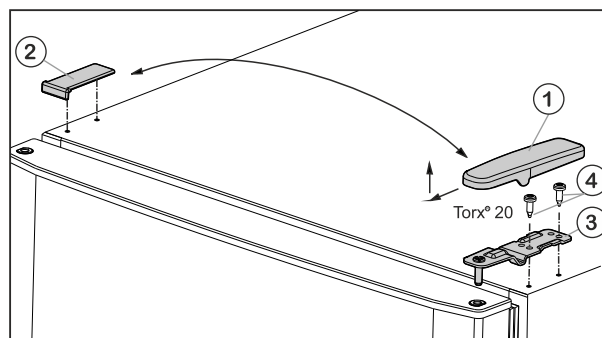

Fig. 5
- ▶ Pokrov Fig. 5 (1) snemite s potegom naprej in navzgor.
- ▶ Dvignite pokrov Fig. 5 (2).
- ▶ Odvijte zgornji ležajni podstavek Fig. 5 (3) (2 krat Torx® 20) Fig. 5 (4) in ga s potegom navzgor snemite.
- ▶ Zgornja vrata postavite na ležajni podstavek na sredini (13).
- ▶ Zgornji ležajni podstavek Fig. 5 (3) vstavite na vrata na novi strani s tečajji.
- ▶ Zgornji ležajni podstavek **trdno (s 4 Nm)** privijte (2-krat Torx® 20) Fig. 5 (4). Po potrebi uporabite akumulatorski izvijač.
- ▶ Pokrov Fig. 5 (1) na nasprotni strani od zunaj namestite in pripnite.
- ▶ Pokrov Fig. 5 (2) na nasprotni strani tudi od zgoraj namestite in pripnite.